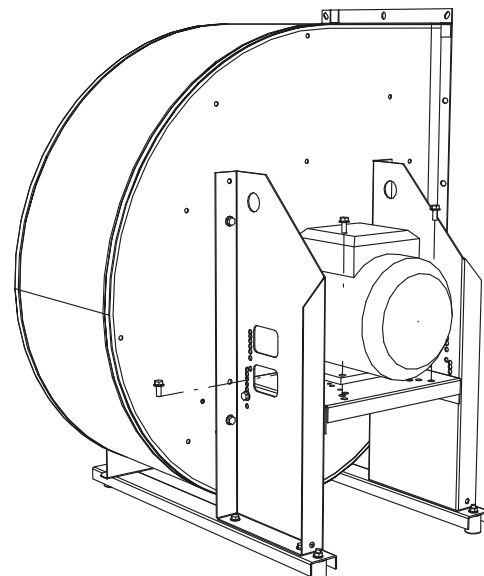

Рис. 4.12 Снимите двигатель с основания.
- Снимите двигатель с основания (Рис. 4.12).